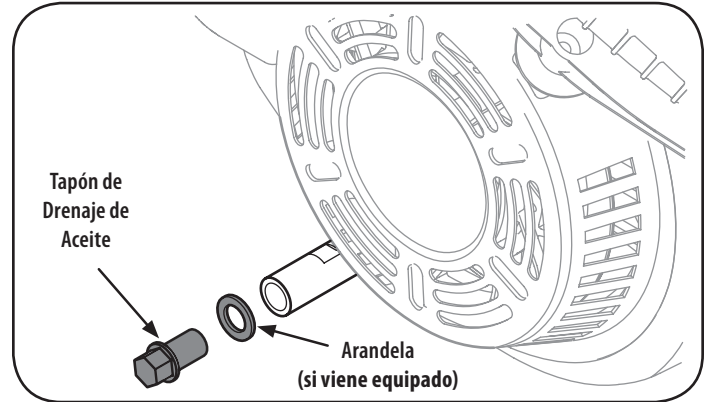

Figura 54
3. Retire el tapón de drenaje de aceite. Vea la Figura 54.
1. Retire la funda de la bujía y utilice una llave para bujías para extraerla. Vea la Figura 54.